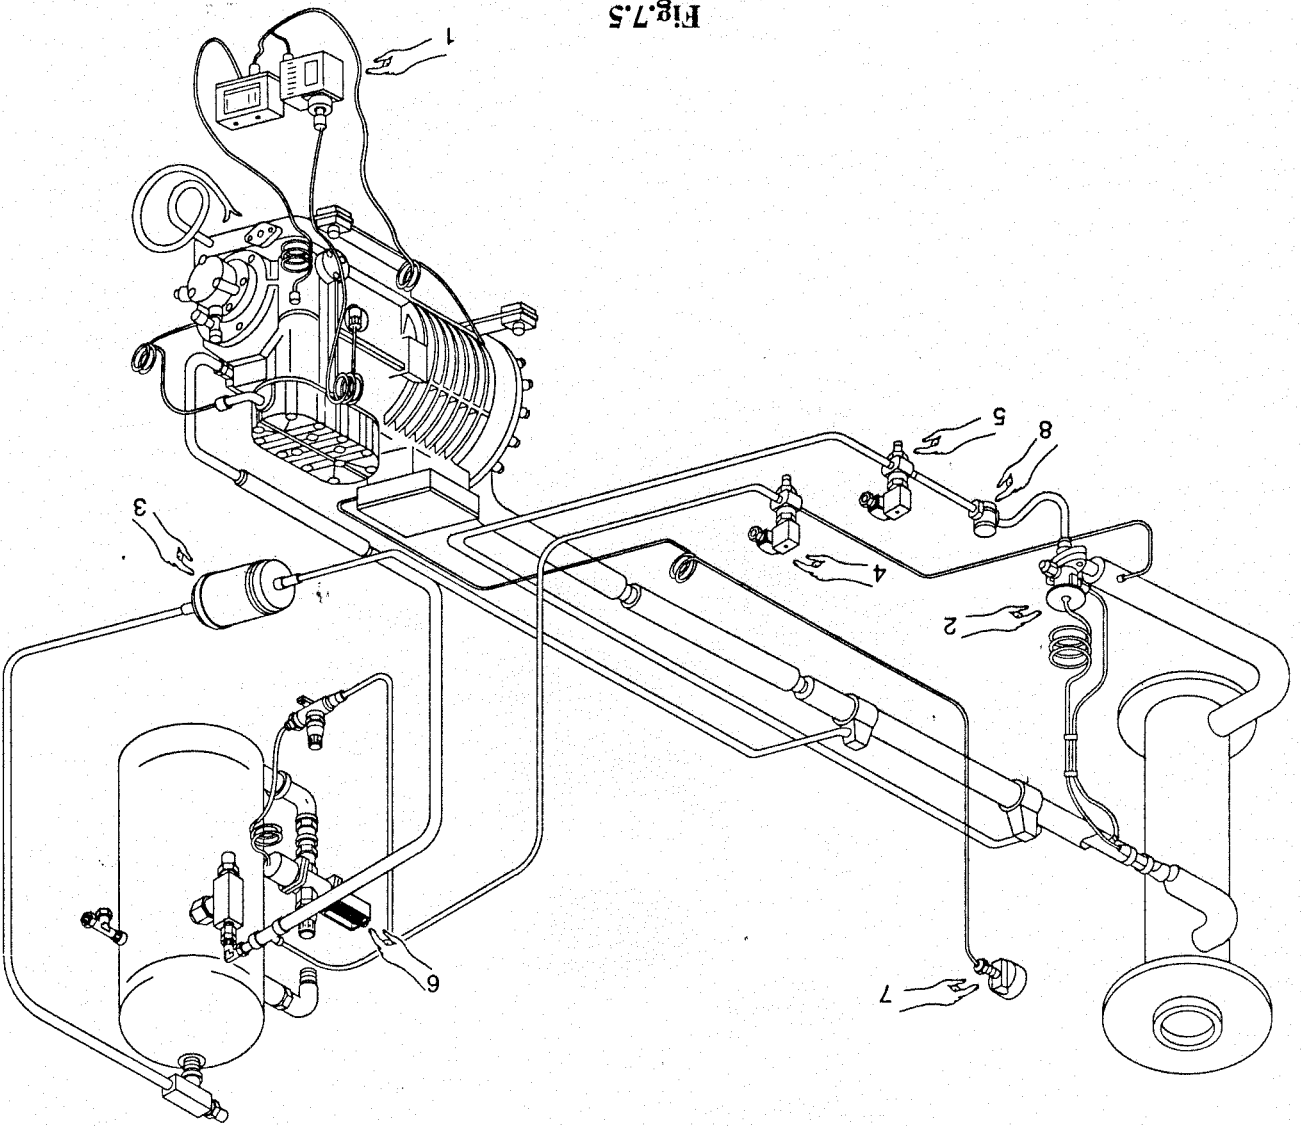

Fig. 7.5
Se il motore compressore dell'impianto frigorifero si ferma, controllare il pressostato (Part 1, Fig. 7.5) e la protezione elettronica (situata nella morsetteria sopra il motore compressore stesso). Queste operazioni devono essere fatte prima di intervenire sull'impianto elettrico. Seguire attentamente lo schema elettrico.
- valvola termostatica (*Part.2, Fig.7.5*) tarata male o inefficiente,
- filtro di linea (*Part.3, Fig.7.5*) sporco o comunque ostruito,
- valvola solenoide gas caldo (*Part.4, Fig.7.5*) bloccata o aperta,
- valvola solenoide (*Part.5, Fig.7.5*) bloccata o chiusa,
- Se la valvola termostatica (*Part.2, Fig.7.5*) è tarata male, può causare una notevole riduzione del rendimento frigorifero dell'impianto.
La taratura deve essere fatta in modo che il manovuotometro (*Part.7, Fig.7.5*), durante la lavorazione, indichi una temperatura di -30°C.
- Se il filtro di linea (*Part.3, Fig.7.5*) è ostruito, si ricopre di brina. Quindi smontarlo e sostituirlo. In ogni caso deve essere sostituito ogni volta che il circuito frigorifero viene aperto.
- Se la valvola solenoide (*Part.4, Fig.7.5*), che controlla il gas caldo, rimane aperta, provoca una notevole riduzione del rendimento frigorifero. Controllare la valvola solenoide ed eventualmente sostituirla.
- La valvola solenoide (*Part.5, Fig.7.5*) chiude automaticamente la linea del liquido ogni volta che si arresta il compressore frigorifero.
- Se questa valvola non si apre, l'impianto frigorifero tende ad andare in vuoto. Il manovuotometro (*Part.2, Fig.7.5*) scende oltre i -35°C.In questo caso controllare che alla valvola solenoide arrivi tensione. Se non arriva tensione, sostituire la bobina.
- Se l'impianto frigorifero funziona correttamente e tutti i punti sopra sono rispettati, allora lo scarso rendimento potrebbe essere dovuto a scarsità di refrigerante nell'impianto frigorifero. Tale mancanza di refrigerante è rivelata dalla presenza di bolle di gas che possono essere individuate dalla spia (Par. 8, Fig. 7.5).